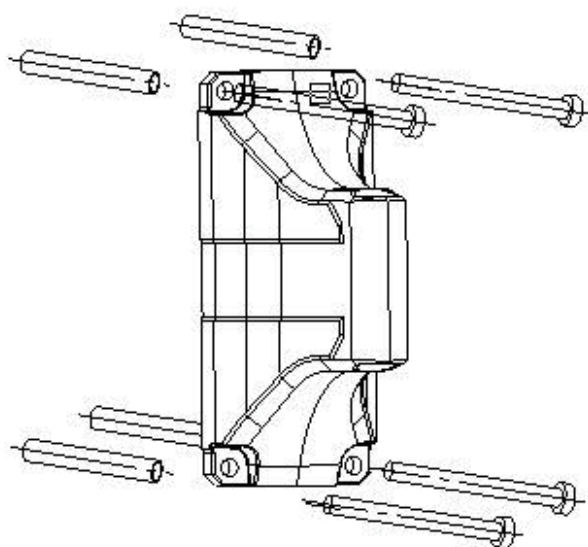

Abb.1
4. Befestigen Sie die Halterung mit den vier selbstschneidenden Schrauben (Abb.1).